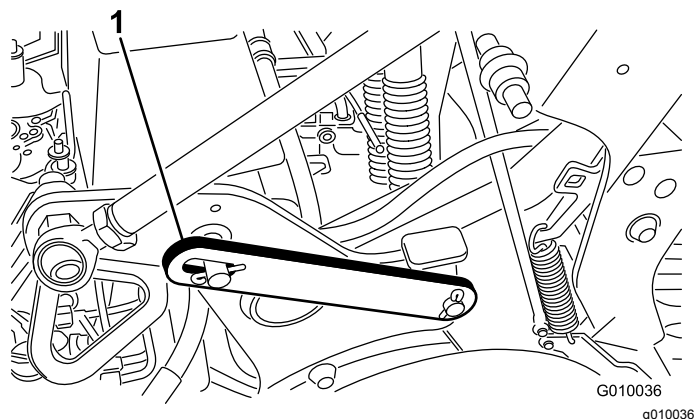

図 21
3. ラッチを収納位置に止めているクリップリングを外す 図 21。